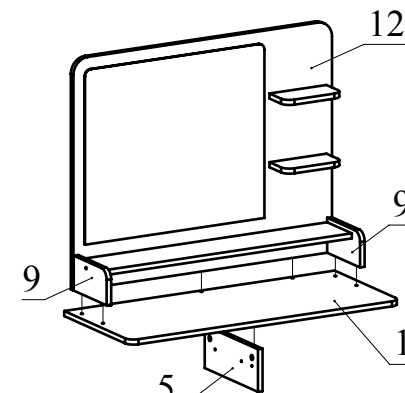

Рис.9
7. Соедините полученную конструкцию с деталью 1 с помощью конфирматов. Установите деталь 5 на деталь 1 и зафиксируйте, повернув конфирматным ключом головки минификсов по часовой стрелке до упора (Рис. 9).